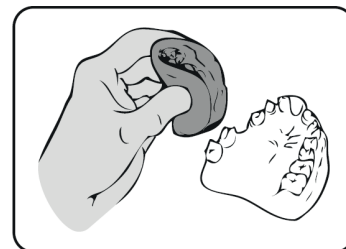

Fig. 5
- Das Abbinden dauert etwa 6 Minuten (Abb. 5).